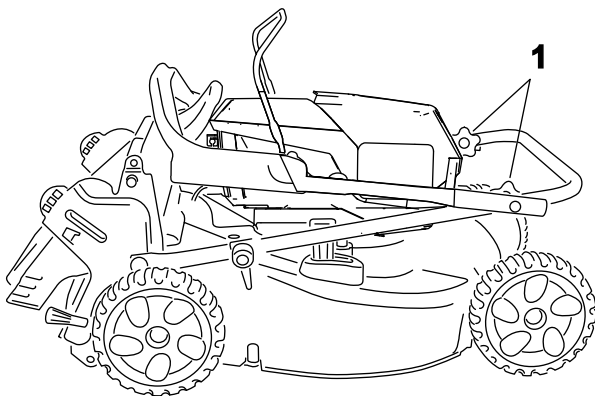

Rysunek 20
1. Wyjmij przycisk rozrusznika elektrycznego (Rysunek 20).